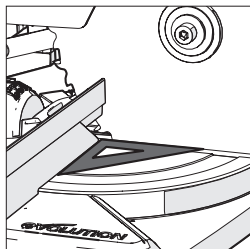

Fig. 14
- Coloque o esquadro na mesa com o lado mais curto apoiado na mesa de forma a que o outro lado mais curto do esquadro fique contra a lâmina (evitando as pontas dos dentes da lâmina TCT) (**Fig. 14**).